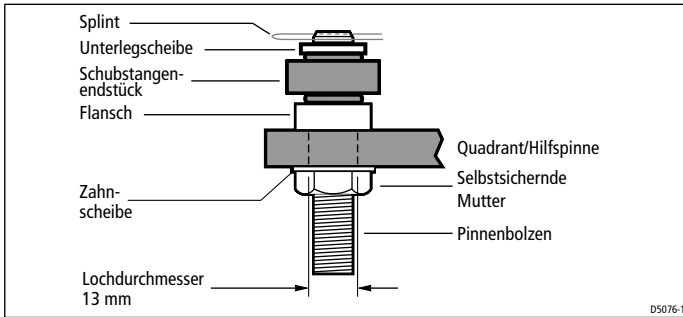

Abb. 6: Befestigung der Schubstange am Pinnenarm
- Befestigungssatz Quadrant (siehe Abbildung 6) bestehend aus: Pinnenbolzen, Splint, Unterlegscheibe, Zahnscheibe, selbstsichernde Mutter (1/2 Zoll UNC Nylock)
- Führen Sie den Pinnenbolzen durch das Loch in der Hilfspinne, so dass der Flansch über der Pinne bleibt (siehe Abbildung 6)
- Sichern Sie die Verbindung mit Unterlegscheibe und Splint (siehe Abbildung 6)